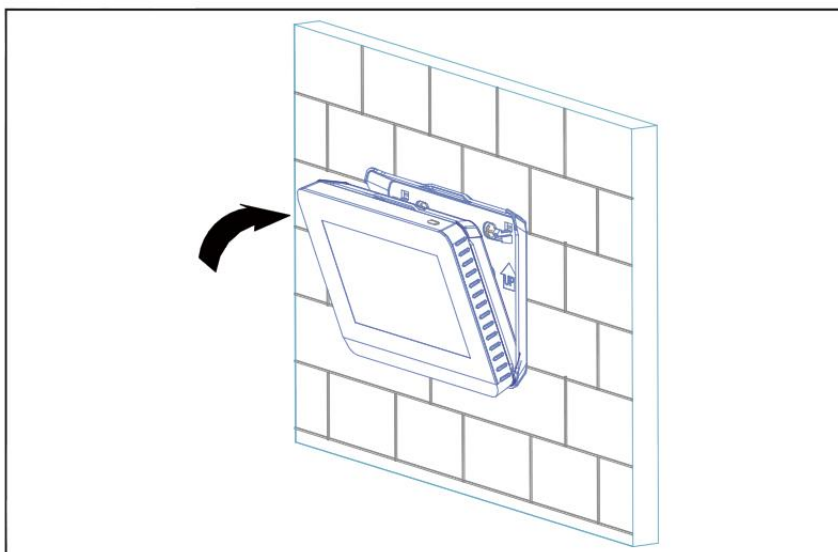

Figura 6
3.1.5 Spingere la parte superiore del controllo centralizzato nel coperchio posteriore finché non scatta in posizione, come mostrato nella figura 6.